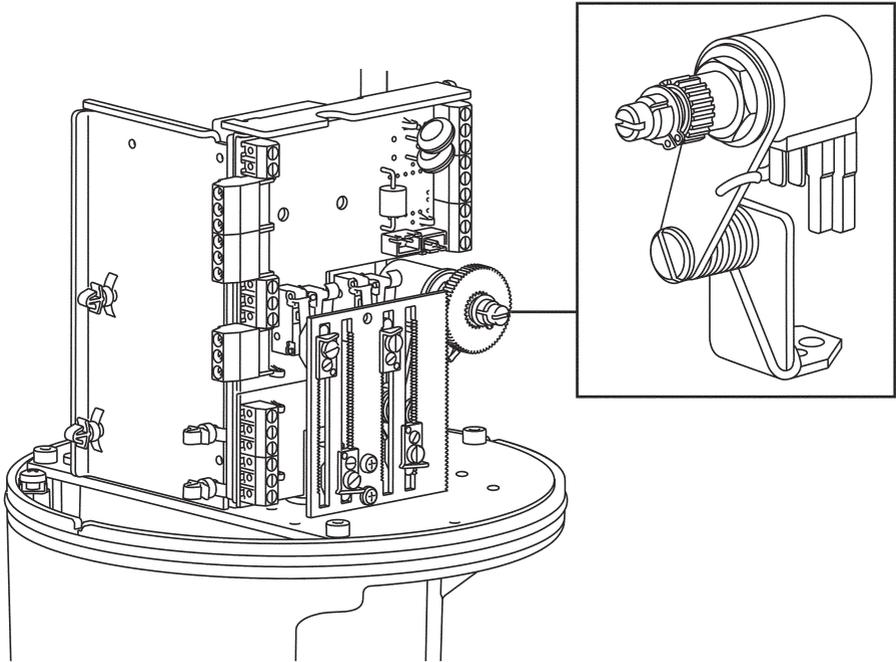

Fig. 29
6. A questo punto il multimetro legge 0 V. Se ciò non avviene, girare il perno del potenziometro di retroazione finché il multimetro legga il richiesto 0 V (Fig. 29) regolare il potenziometro di partenza P2 (Fig. 29) al punto preciso il cui il LED chiuso si è appena spento.
7. Impostare il segnale di attuazione a 20 mA (10 V). Il LED in direzione UP (SU) si accenderà e il motore dell'attuatore andrà nella posizione di finecorsa superiore e si spegnerà. Girare delicatamente il potenziometro P4 (corsa) finché il multimetro legga 10 Vcc. Girare delicatamente il potenziometro P3 (campo) in senso orario, al punto preciso in cui i LED che indicano la direzione di movimento si sono appena spenti.